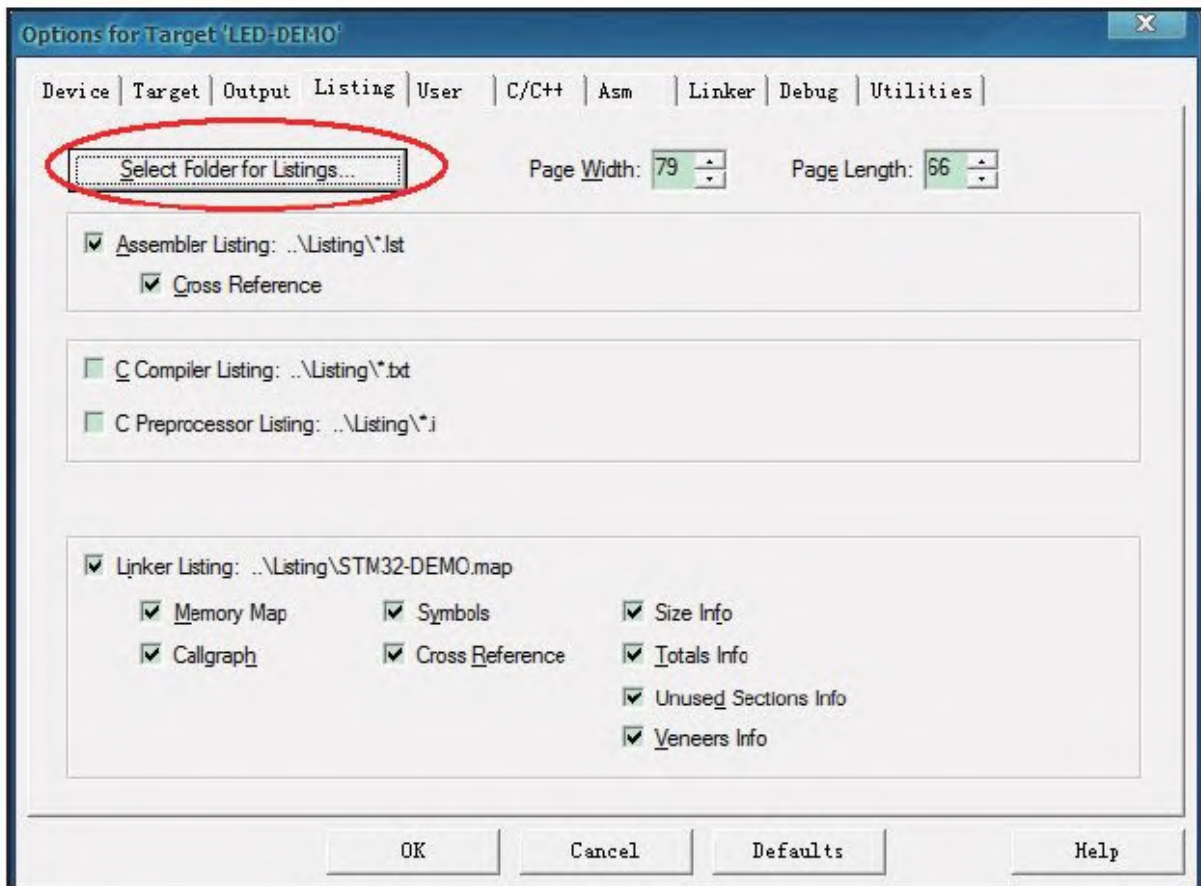

图 3-20 Listing选项卡
13) 回到选项卡，选中 “ Listing ” 选项卡，点击Select Folder for Listings选择Listing文件夹，用来保存生成的链接文件，见图3-20。